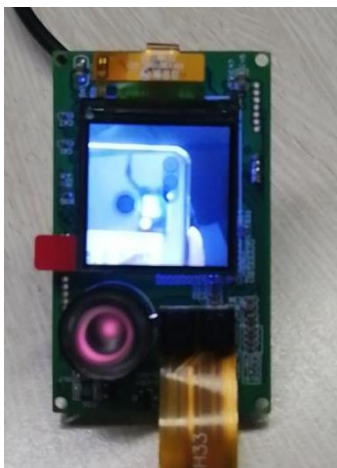

图 4-6
2. 采集并上传图像：将模块摆放成如图 4-6 所示位置，彩屏在上，摄像模组在下，摄像模组正对人脸且距离目标约 30cm~70cm 左右。